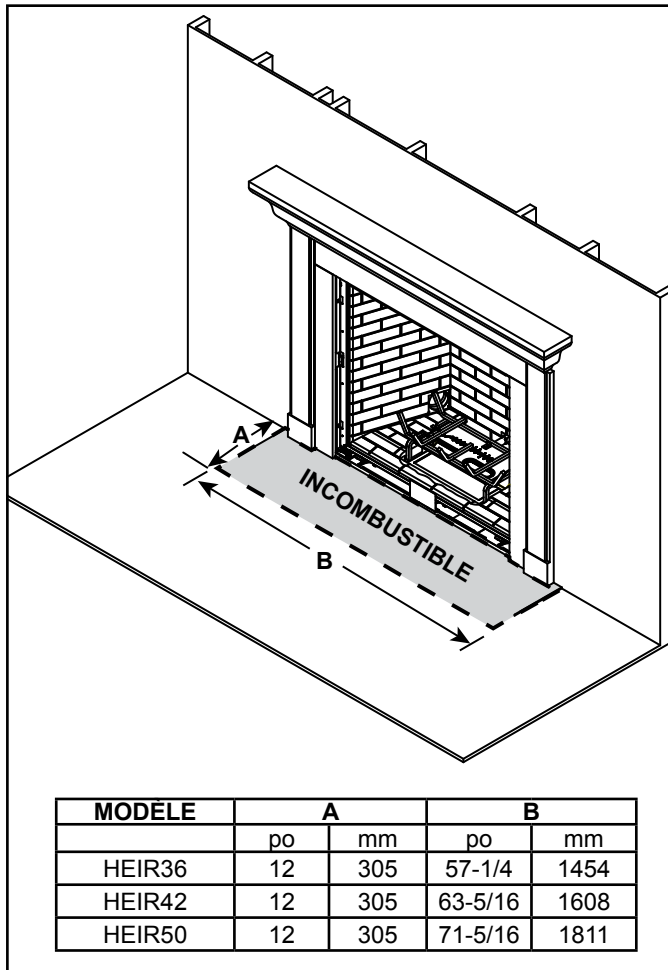

Figure 3.9 Dimensions du prolongement de l'âtre incombustible
- Le prolongement de l'âtre doit être incombustible et servir à protéger les planchers combustibles au-devant de l'appareil. Voir les figures 3.9 et 3.10.